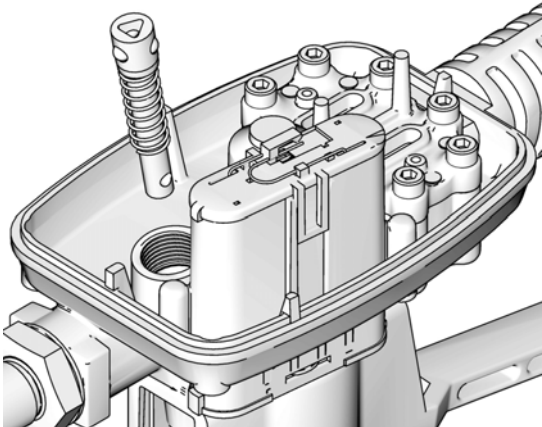

FIG. 43
3. Introduzca el conjunto de la varilla de activación en la abertura de la carcasa del contador (FIG. 43).